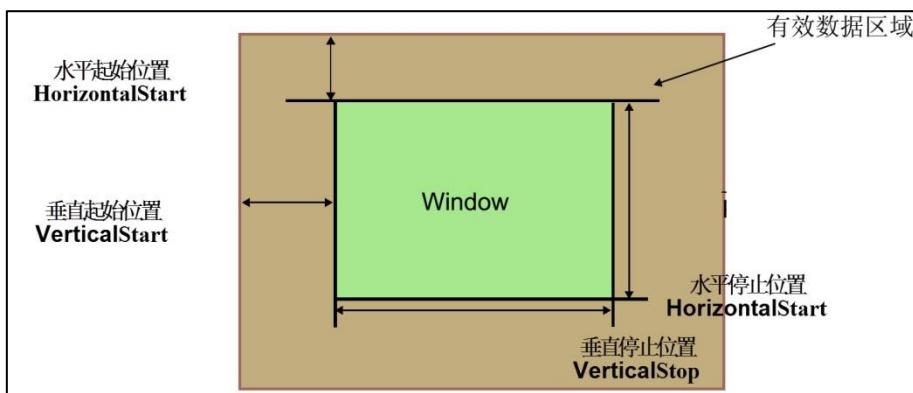

图 27-17 配置可层的显示窗口
- (1) WindowX0 / WindowX1/ WindowY0/ WindowY1 这些成员用于确定该层显示窗口的边界，分别表示行起始、行结束、垂直起始及垂直结束的位置，见图 27-17。注意这些参数包含同步 HSW/VSW、后沿大小 HBP/VBP 和有效数据区域的内部时序发生器的配置，表 27-4 的是各个窗口配置成员应写入的数值。